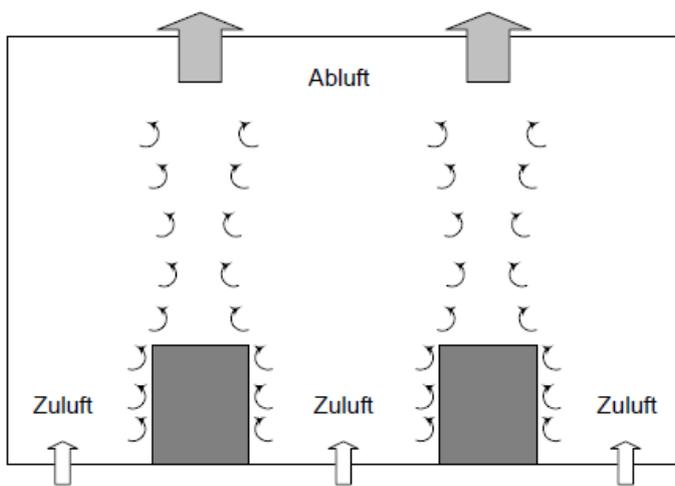

Abbildung 6: Zuluft vom Boden aus (links Schema, rechts Strömungsmodell)
- Luftdurchlässe im Boden (Abbildung 6)